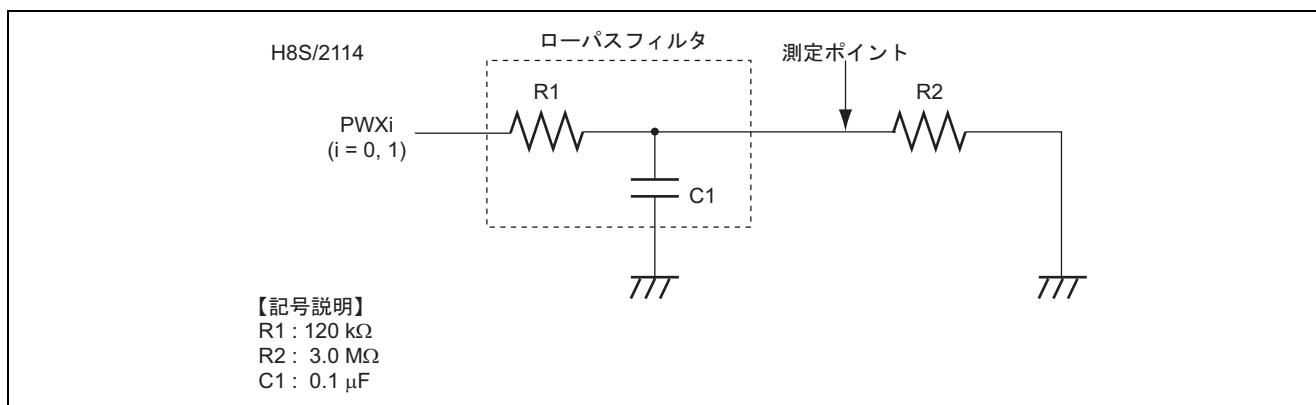

図 1 D/A として使用する場合の回路例
- 図 1 に示すように、14 ビット PWM 機能は、PWXi (i = 0, 1) 端子から出力を行ないます。その信号をローパスフィルタ (RC 回路) を通過させることにより、アナログ出力 (D/A 出力) を生成します。本タスクでは、PWX0 端子による PWM 出力を行なっています。
\*2 図 1 の R1, R2, C1 の値